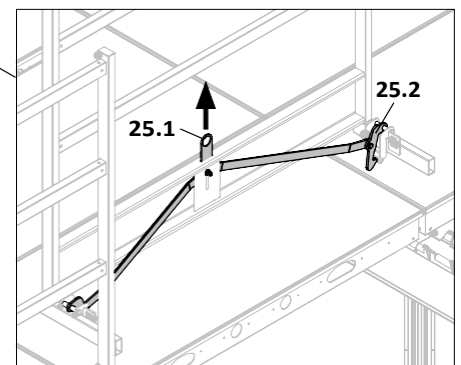

Fig. A8.07
1. Издърпайте скобата (25.1) нагоре. (Fig. A8.07)
1. Повдигнете скобата (25.1) нагоре. (Fig. A8.07)
2. Вдигнете модула SD (25) и го поставете в палет SD 150 x 75.